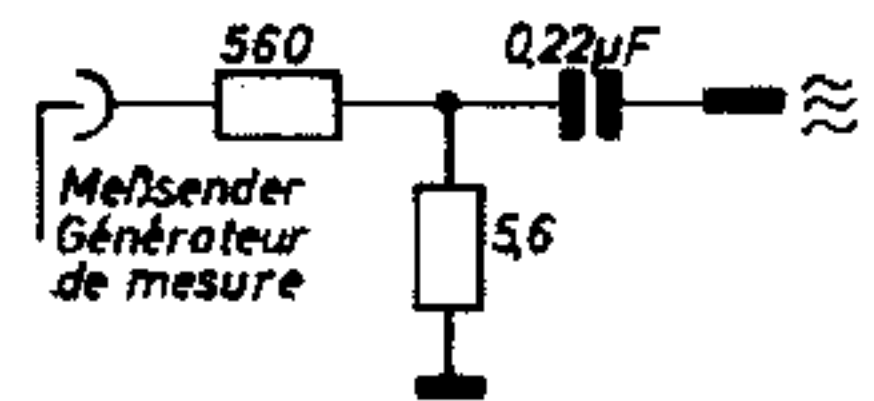

Fig. 4
- \*\* Meßsender an den Spannungsteiler anschließen, Fig. 4.
- \*\* Raccorder le générateur de mesure au diviseur de tension, voir fig. 4.